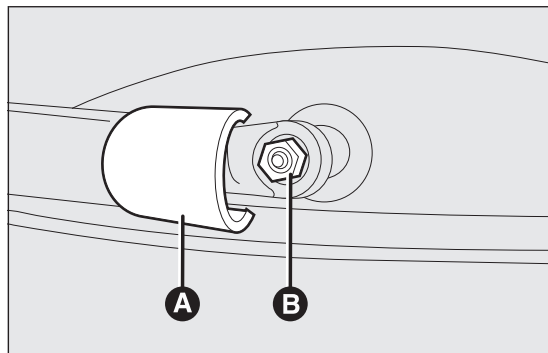

fig. 140
- sollevare la copertura A fig. 140 e smontare il braccio dalla vettura, svitando il dado B fig. 140 che lo fissa al perno di rotazione;